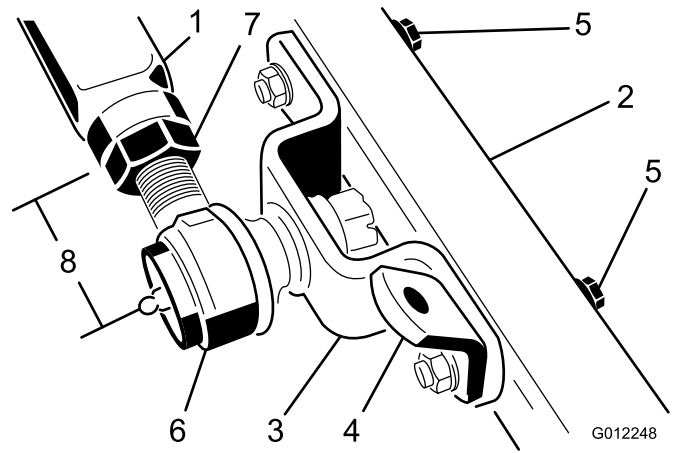

Figure 7
1. Retirez les 2 vis à tête, rondelles plates et écrous à embase qui fixent le support de rotule gauche et le support de chaîne au bras pivotant gauche (Figure 7). Retirez le support de rotule et le support de chaîne.
2. Retirez la goupille fendue et l'écrou crénelé qui fixent le support de rotule gauche au bras de poussée gauche sur le groupe de déplacement. Montez le support de rotule gauche (déposez du bras pivotant) sur le bras de poussée au moyen de l'écrou crénelé et de la goupille fendue retirés précédemment (Figure 7).
3. Mesurez l'écart entre le bout du bras de poussée gauche et le centre de la rotule (graisseur) (Figure 7). Il doit y avoir un écart de 64 mm. Si l'écart n'est pas correct, desserrez l'écrou de blocage qui fixe la rotule au bras de poussée et tournez la rotule dans un sens ou dans l'autre jusqu'à ce que l'écart correct soit obtenu (Figure 7). Ne serrez pas l'écrou de blocage à ce stade.